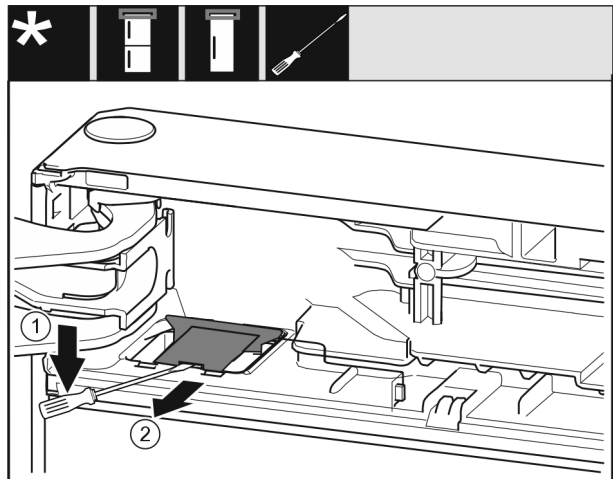

Fig. 10
- ▶ Plochým skrutkovačom odistite kryt a zdvihnite ho. Fig. 10 (1)
- ▶ Vyberte kryt. Fig. 10 (2)